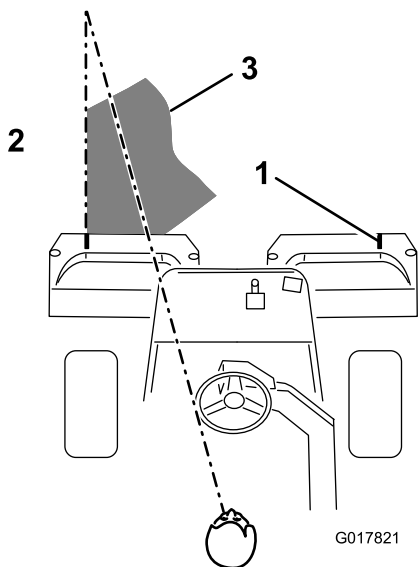

Figure 38
3. Minimisez le chevauchement de la passe précédente lors de la passe de retour. Pour vous aider à conserver une ligne droite en travers du green et à maintenir la machine à égale distance du bord de la passe précédente, établissez une ligne de vision imaginaire à environ 1,8 à 3 m en avant de la machine jusqu'au bord de la partie non coupée du green (Figure 38). Certaines personnes trouvent utile de faire passer la ligne de vision par le bord extérieur du volant, c.-à-d. de maintenir le bord du volant aligné avec un point se trouvant toujours à la même distance par rapport à l'avant de la machine (Figure 38).